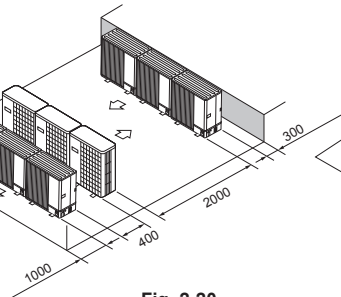

Fig. 2-20
- (6) Aranjare: unități multiple, paralele (Fig. 2-20)